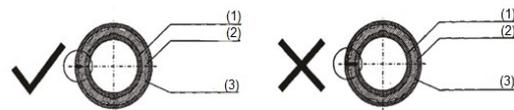

Fig. 5
- L'arbre et l'adaptateur doivent être fixés uniformément à l'aide de vis auto taraudeuses à tête fraisée 4×10. La pointe de la vis ne doit pas pénétrer dans le boîtier, sinon l'entraînement interne de l'appareil peut être endommagé (Fig. 5).